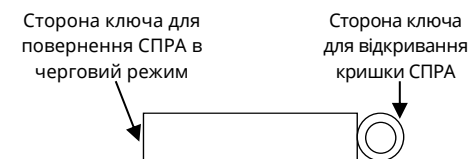

Рисунок 3 – Ключ для обслуговування СПРА
4.1 Підключати СПРА до СПСА слід згідно рисунка 1. Щоб закріпити СПРА на робочій поверхні і підключити АІ, необхідно за допомогою спеціального ключа (рис.3) відкрити кришку корпусу.
- вставити ключ (рис. 3) в отвір в нижній частині корпусу СПРА і натиснути. Стрілки на кришці повинні змінити колір з червоного на чорний;